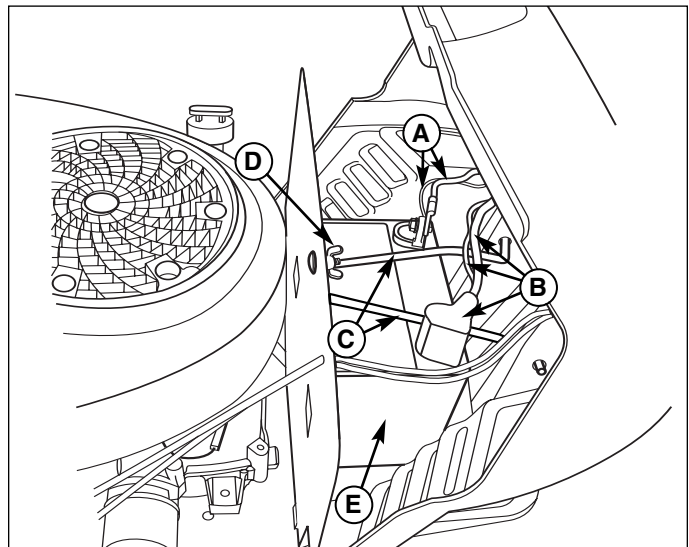

Figura 10. Manutenzione della batteria
1. Scollegare i cavi dalla batteria, cominciando dai cavi negativi (A, Figura 10) e quindi quelli della e positivi (B).
2. Allentare il dado ad alette e la rondella (D).
3. Ruotare l'asta di tenuta (C) verso l'alto ed allontanarla dalla batteria. Fissare alla torretta dello sterzo.
4. Rimuovere la batteria (E).
7. Reinstallare la batteria (E) nel vano. Fissare con l'asta di tenuta (C) ed il dado con alette e rondella (D).
8. Riattaccare i cavi della batteria, cominciando da quelli positivi e la copertura (B) e quindi quelli negativi (A).